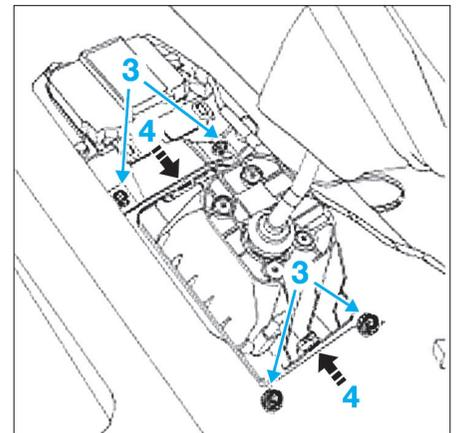

Fig. 24
- Déposer les vis (3) du boîtier de commande de vitesses (Fig.24).
- Dégrafer en (4) le boîtier de commande de vitesses du plancher.